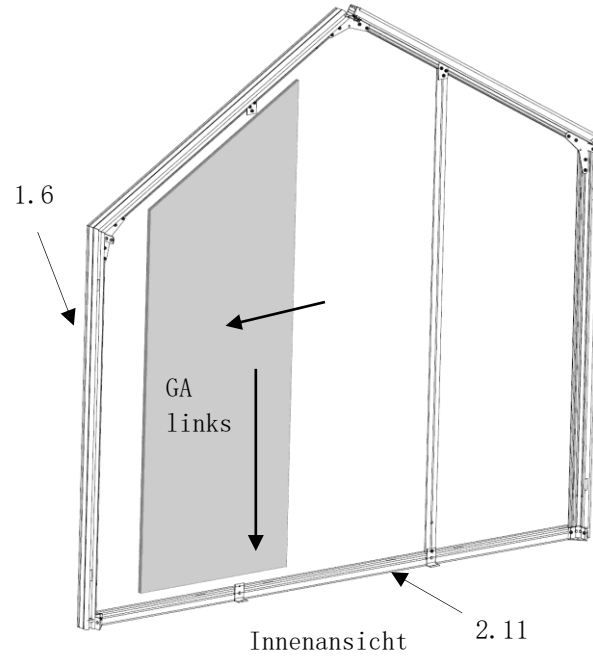

Abb. 83
- die Rückwandverglasung (Pos. GA) auf dem Bodenprofil (Pos. 2.11) aufsetzen und an das Eckprofil (Pos. 1.6) schieben. (Abb. 83)